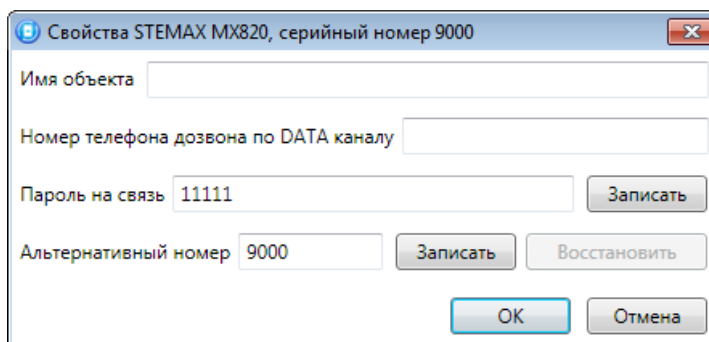

Рис. 6.8. Окно *Свойства*
**Шаг 2:** в дереве устройств щелкните правой кнопкой мыши по строке конфигурации СПИ контроллера. В появившемся меню выберите *Свойства*, в результате чего откроется окно *Свойства* (Рис. 6.8). Задайте в нем описанные ниже параметры и нажмите кнопку *OK*.